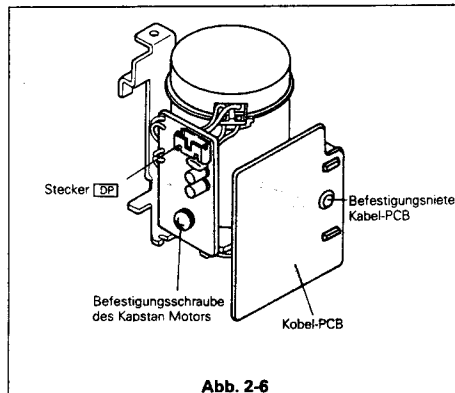

Abb. 2-6
3. Lösen Sie die Befestigungsniete der Kabel-PCB und entfernen Sie sie. (Siehe Abb. 2-6)
7. Entfernen Sie die Befestigungsschraube der Kapstan Motor Platine wie in Abb. 2-6 und entfernen Sie die Platine.
12. Befestigen Sie die Kabel-PCB mit der Niete wie in Abb. 2-6.
13. Setzen Sie die Videokopf-Abschirmung, die in Abschnitt (2) entfernt wurde wieder ein.